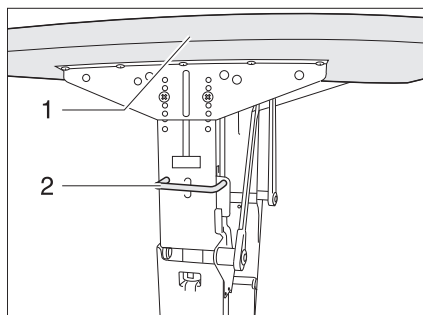

Fig. 56 Dispositif de verrouillage table pivotante à monture métallique
- Basculer la poignée (Fig. 56,2) vers le haut.
- Faire pivoter le plateau de table (Fig. 56,1) vers le bas, dans un arc de cercle, jusqu'à ce que la poignée s'enclenche.